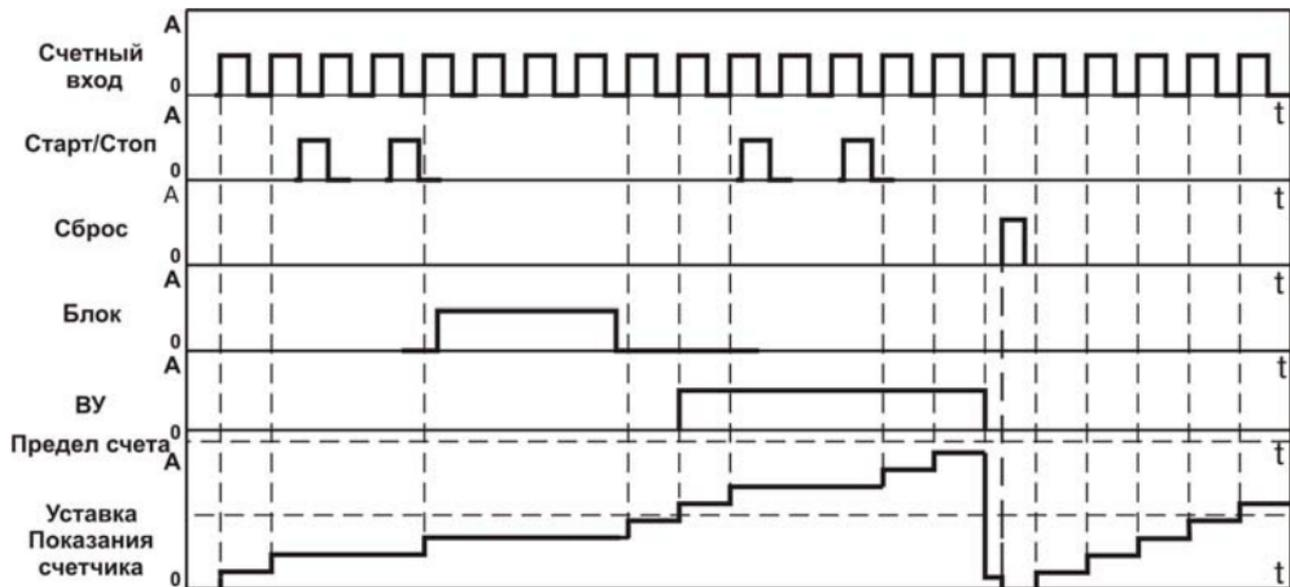

Рисунок 3.10
- тип работы по сигналу «Сброс» – «Сбросить счетчик и продолжать счет» ( $rSt =Cnt$ ) (рисунок 3.10).